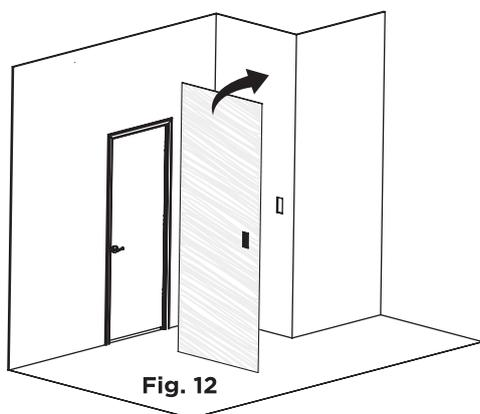

Fig. 12
- 6.1 Placez le panneau contre le mur, avec l'adhésif vers l'arrière. Assurez-vous d'aligner votre panneau avec les lignes de référence préalablement tracées. **(Fig. 12)**